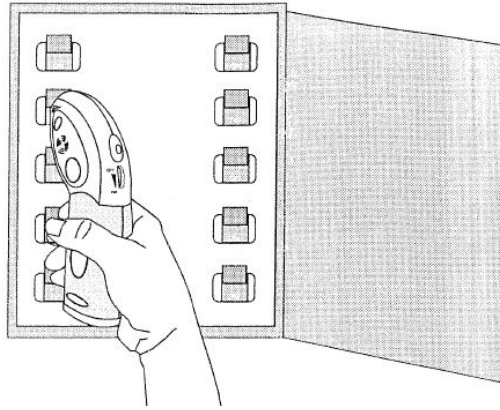

Fig.4
1. Rendez vous devant le tableau des coupe-circuits, et tenez-le récepteur verticalement en plaçant la surface plate de son extrémité effilée directement sur le coupe circuit ou le fusible (fig. 4). Déplacez lentement le récepteur de haut en bas, de gauche à droite sur la rangée des coupe-circuits ou des fusibles. Le récepteur émettra un signal sonore et sa LED verte clignotera lorsqu'il détectera le signal de l'émetteur. Réduisez la sensibilité du récepteur, si nécessaire, pour localiser le coupe-circuit (ou le fusible) protégeant le circuit.